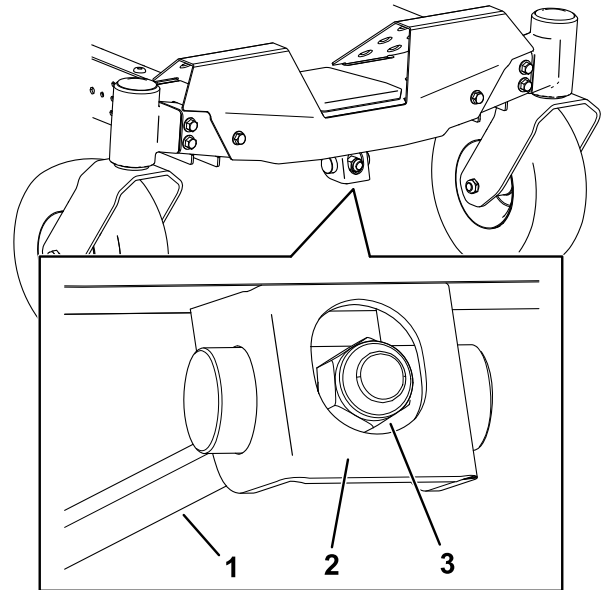

Figura 75
1. Rotii piulia de reglare de la partea din față a mainii de tuns iarba (Figura 75).